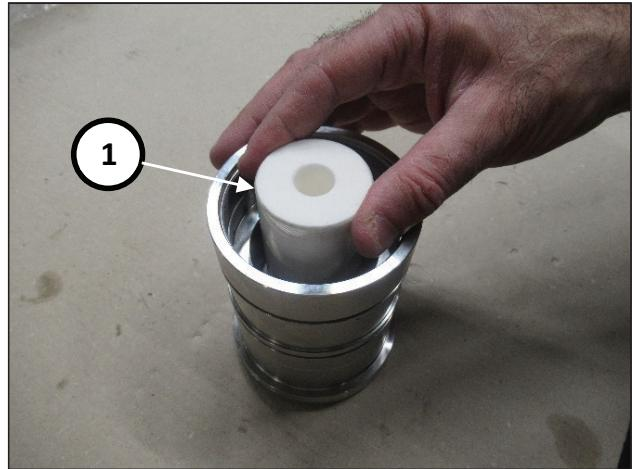

Fig. 175
Placer la chemise à la verticale en appui sur un plan et insérer le piston (rep. ①, Fig. 175) en faisant attention à l'orientation (grand trou vers le haut)